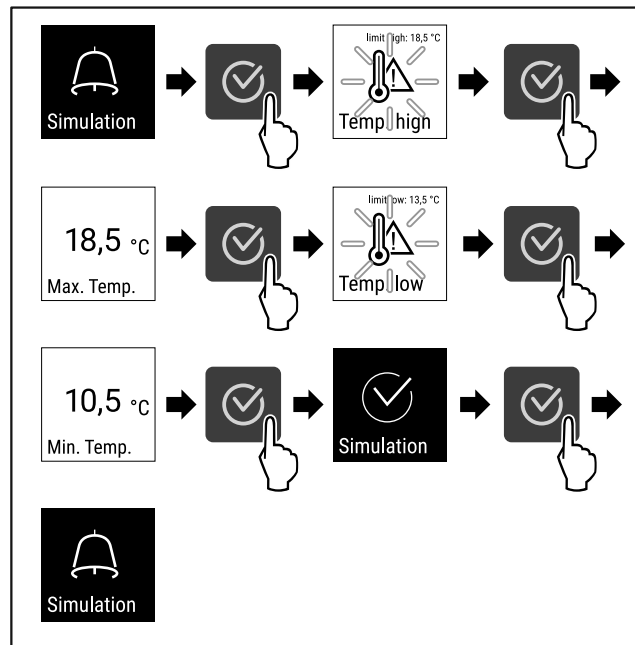

Fig. 124
- ▶ Провести етапи операцій (див. Fig. 124) .